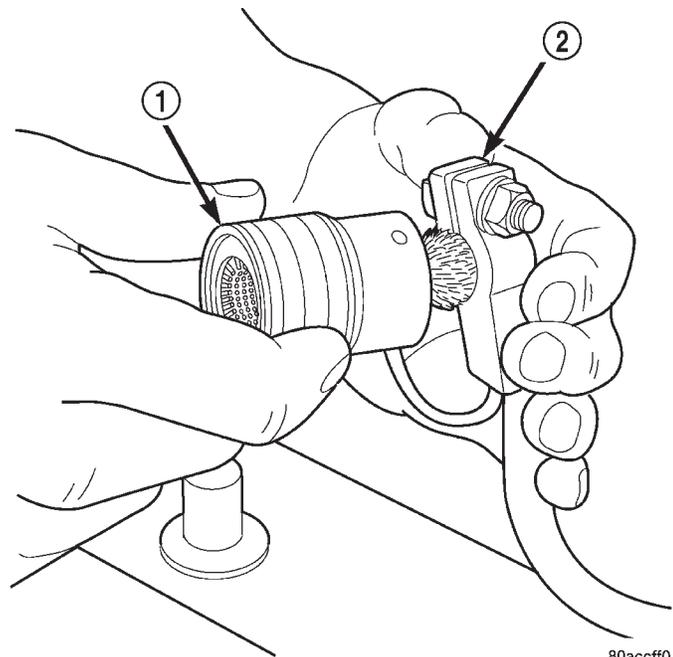

Abb. 28 Polklemmen der Batteriekabel reinigen—Typisch
(1) Polklemmen der Batteriekabel reinigen. Korrodierte Stellen mit einer Drahtbürste oder mit einem Polklemmen-Reinigungswerkzeug und einer Lösung aus warmem Wasser und Natriumbikarbonat reinigen (Abb. 28).